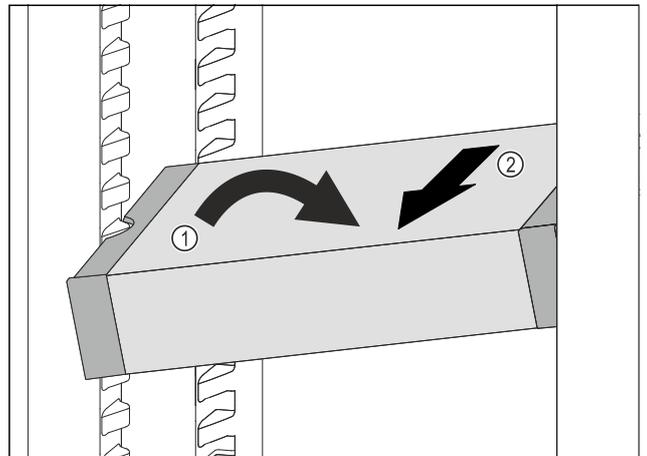

Fig. 89
- ▶ Встановити VarioSafe під кутом в охолоджувальному відділенні. Fig. 89 (1)
- ▶ Витягнути VarioSafe вперед. Fig. 89 (2)